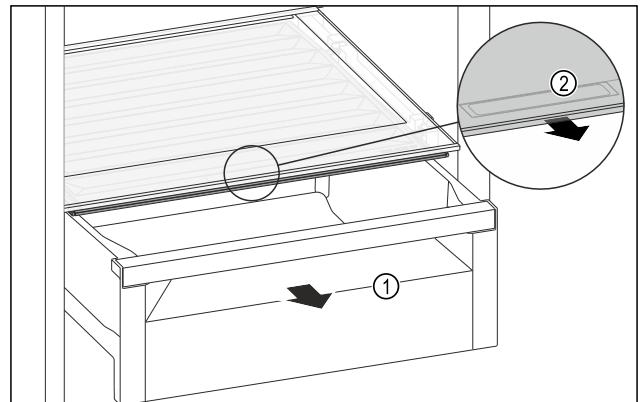

Fig. 161
- ▶ Schubfach Fig. 161 (1) herausziehen.
- ▶ Griffmulde Fig. 161 (2) am Fachdeckel anfassen und Fachdeckel gleichzeitig nach vorne ziehen.